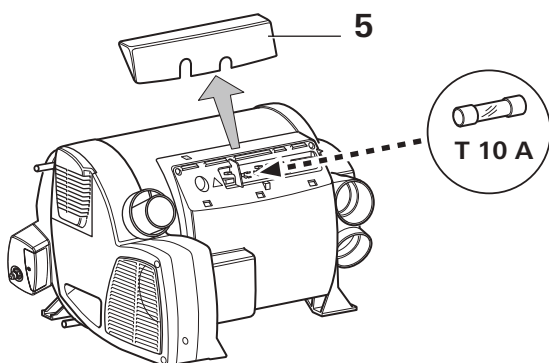

Fig. 8
- Lors du retrait ou de la remise en place du couvercle des raccordements électriques (Fig. 8 – 5), faites attention de ne pas déplacer ou pincer les câbles du connecteur.